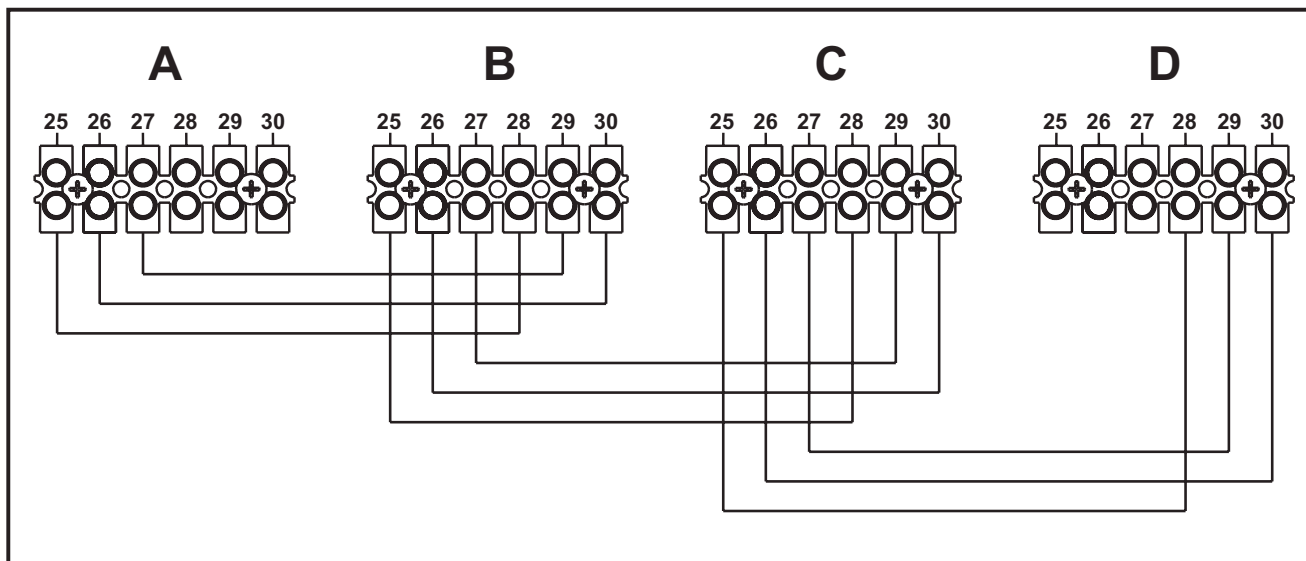

fig. 31 - Collegamento in cascata
1. Collegare i moduli come mostrato in fig. 31
Se questo non avviene, togliere alimentazione elettrica e controllare il cablaggio in fig. 31.